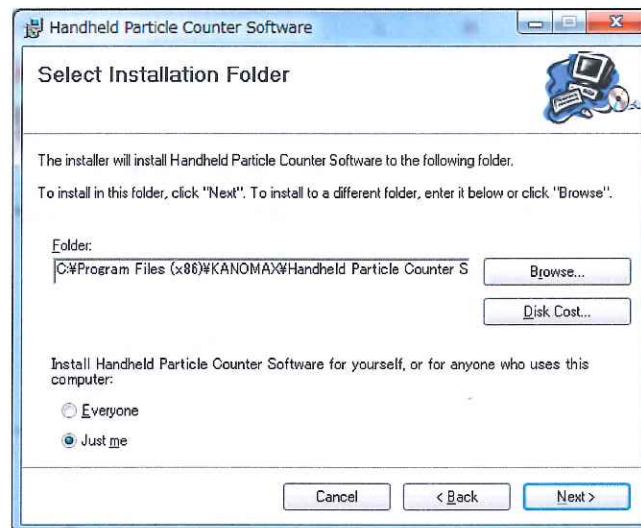

図 2-2
2) 次へ (Next) をクリックすると、図 2-2 の画面が表示されます。標準のインストール先は C ドライブですが、「Browse」をクリックすると、インストール先のドライブやフォルダーを変更できます：